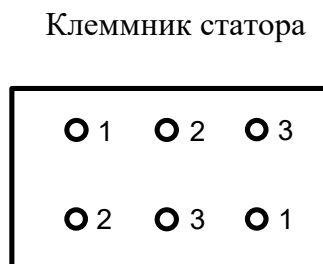

Рис. 3 – Обозначение зажимов.
В результате проделанной работы на клеммнике статора асинхронного двигателя могут быть проставлены обозначения (рис. 3).
- в) на оставшейся свободные зажимы катушек первой и второй фаз подать напряжение 220 В (рисунок 3);